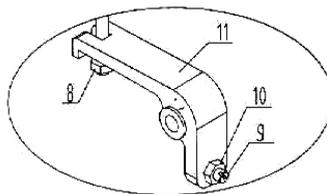

Fig 3.
См. Рис 4. Возьмите ручку управления (14) через которую проходит цепь (17) пропустите цепь через корпус (15) после чего крепится управляющая ручка к корпусу гидравлического поршня. Установите шайбу (12) на болт (13). Используйте ключ для ввода болта в гнездо А, и закручивайте. После того вводятся болты через отверстия в крышке В и закручиваются для фиксации ручки и нажимного ролика. Установите болт и гайку которые находятся в конце цепи (17) в канал рычага (11). Сборка закончена См. рис.3.
Установите шайбу (18) и шайбу гравер (19) на резьбу болта (20). Используйте ключ для ввода болта в гнездо А и В для фиксации ручки (23) к корпусу (21). См.рис.5. Ручка (23) опускается в горизонтальное положение и придерживается в такой позиции см. рис 6. Пропустите цепь (22) через отверстие штифта (24). Поднимите ручку (23) в исходное положение. Установите болт и гайку которые находятся в конце цепи (17) в канал рычага (11). Сборка закончена См. рис.3.
Болт (9) с рис.3. используется для регулировки гидравлической тележки. Когда тележка поднимается, а затем резко спускается, болт (9) немного закручивается против часовой стрелки, этим регулируя нормальный спуск гидравлической тележки. Если гидравлическая тележка не спускается после подъема, болт (9) закручивается по часовой стрелке этим регулируя нормальный спуск гидравлической тележки. Гайка (10) и болт (9) используются для блокировки ручки, до регулировки должны быть ослаблены, а после - затянуты. Когда управляющий рычажок (25), находится в нижнем положении, гидравлическая тележка находится в состоянии подъема, который осуществляется управляющей ручкой, когда управляющий рычажок (25), находится в нейтральном положении, гидравлическая тележка находится в состоянии котором осуществлять подъем и спуск не возможен. В нейтральном положении возможно только передвижение гидравлической тележки. Когда управляющий рычажок (25), находится в верхнем положении, гидравлическая тележка находится в состоянии спуска.